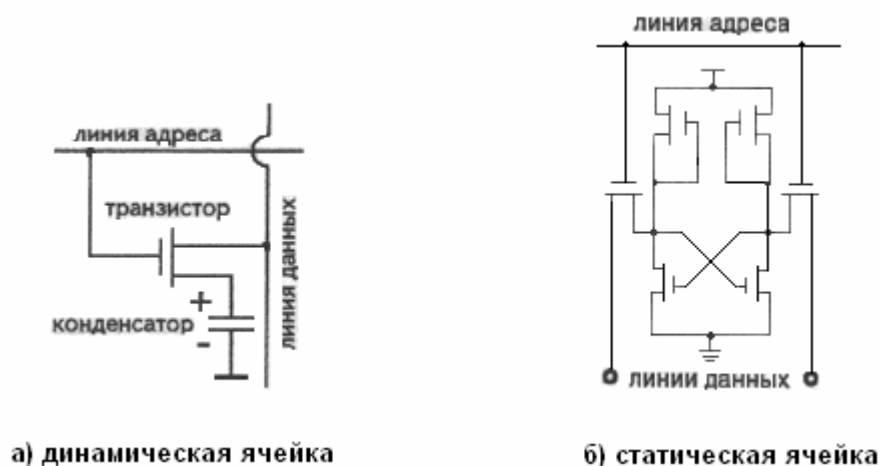

Рисунок 14 - Принципиальные схемы ячеек памяти
*Оперативная память* может строиться на микросхемах динамического (Dynamic Random Access Memory — DRAM, рисунок 14, а) или статического (Static Random Access Memory — SRAM, рисунок 14, б) типа. Статический тип памяти обладает существенно более высоким быстродействием, но значительно дороже динамического. Запоминающим элементом статической памяти является триггер. Для регистровой памяти (МПП и КЭШ-память) используются SRAM, а ОЗУ основной памяти строится на базе DRAM-микросхем.